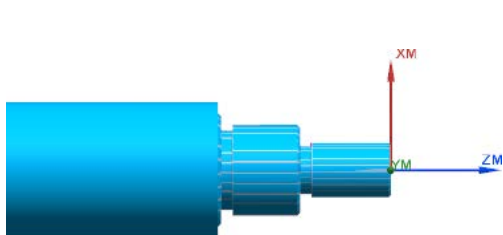

图 9.34 3D 仿真结果
Step3. 在“刀轨可视化”对话框中单击 **3D 动态** 选项卡，采用系统默认参数设置值，调整动画速度后单击“播放”按钮，即可观察到 3D 动态仿真加工，加工后结果如图 9.34 所示。